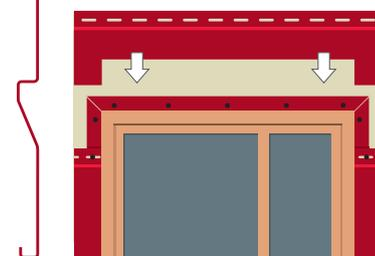

Рис. 34
- ▷ Заведите панель в околооконные планки и защелкните в нижнюю панель окончательно (рис. 34);